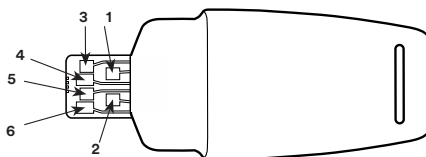

Figura 6-2: Bastão de verificação da calibração
2. Reserve os eletrodos do multímetro digital para os contatos 1 e 3 (veja a Figura 6-2).